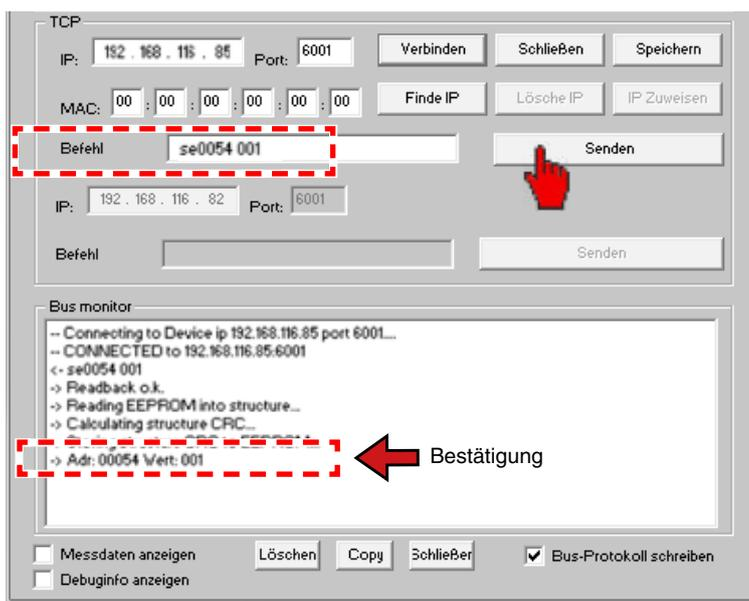

Abb. 11.3: DHCP aktivieren
8. Klicken Sie auf **Senden** und warten Sie die Bestätigung im Busmonitor ab (in Abb. 11.3 „-> Adr:00054 Wert: 001“).